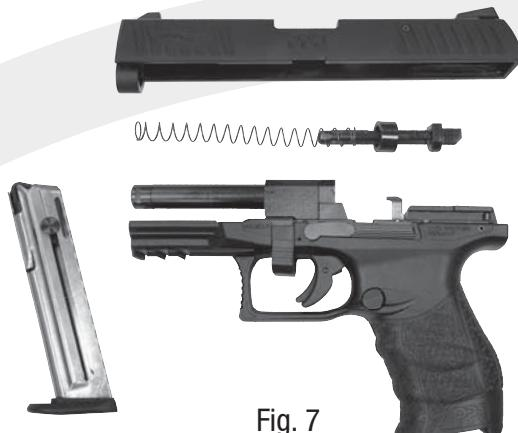

Fig. 7
- La fig. 7 illustra i componenti principali della pistola.
La fig. 7 illustra i componenti principali della pistola.